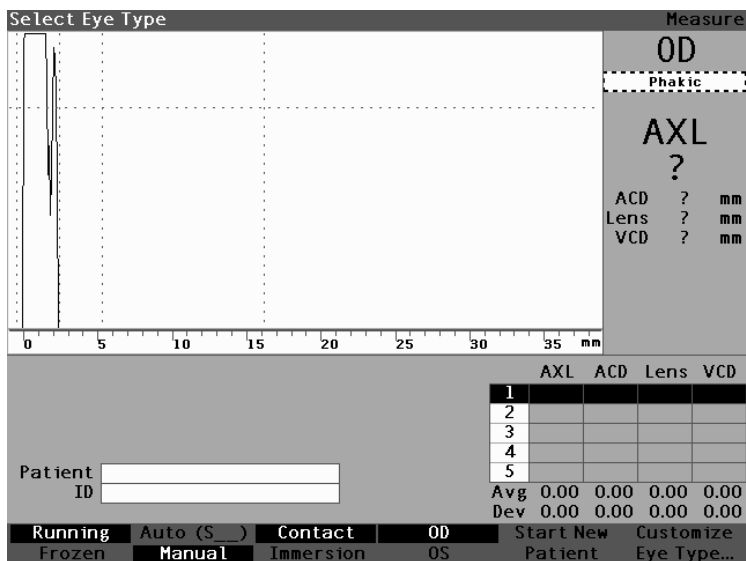

Figura 6-3 Tipo de olho ativo
2. Pressione o botão giratório ou o botão \checkmark para ativar o campo, indicado pela borda tracejada. (Veja Figura 6-3 abaixo.)